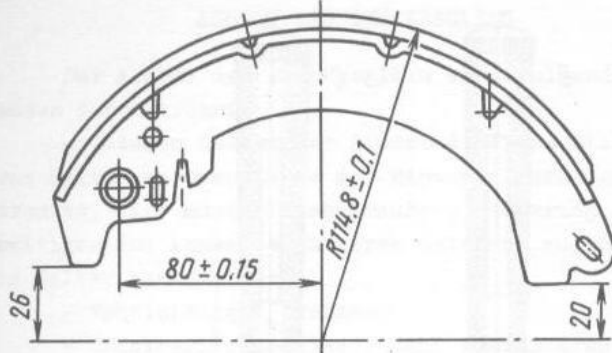

Bild 6-25. Abmessungen der Bremsbacke nach Schleifen des Bremsbelags
- Außenfläche des Bremsbelags schleifen, um die in Bild 6-25 angegebenen Abmessungen zu sichern.